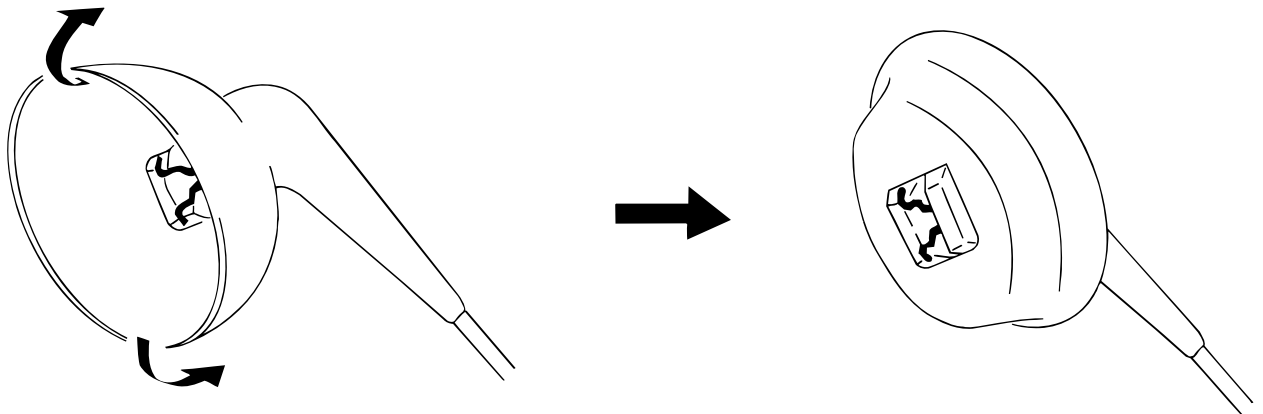

Fig. 3-4
(4) 図の様にアノードキャップのゴムキャップをめくり上げる。(Fig 3-4参照)